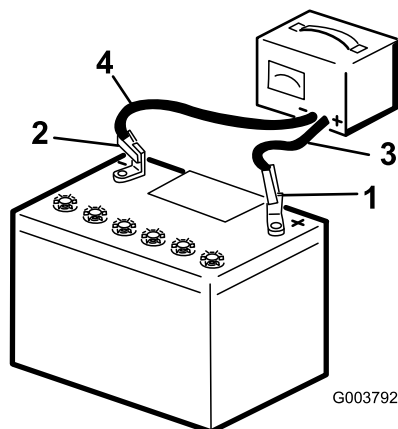

Figure 3
3. Connectez un chargeur à la batterie (Figure 3) et chargez la batterie au régime de à 6 à 10 ampères pendant une heure au minimum. Ne chargez pas la batterie excessivement.
4. Quand la batterie est chargée au maximum, débranchez le chargeur de la prise, puis débranchez les fils du chargeur des bornes de la batterie (Figure 3).